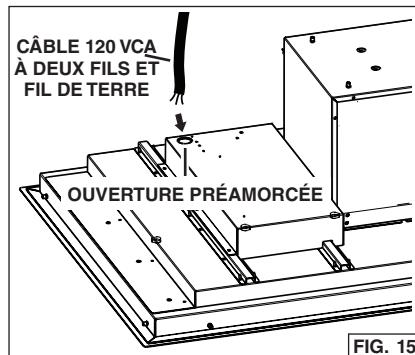

FIG. 15
1. Acheminez un câble d'alimentation électrique à deux fils (plus un fil de terre) jusqu'à une ouverture préamorcée de 19 mm (3/4 po) à l'arrière de la hotte. Fig. 15.